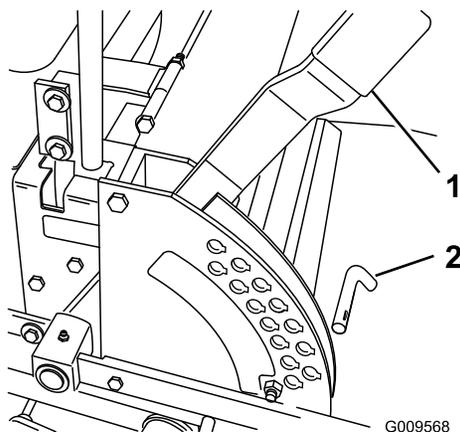

Figura 19
1. Eleve a alavanca da altura de corte para a posição de transporte (também a posição da altura de corte de 127 mm) (Figura 19).
2. Para ajustar, remova o pino do suporte da altura de corte (Figura 19).
3. Seleccione um orifício, no suporte da altura de corte, que corresponda à altura de corte desejada e insira o pino (Figura 19).